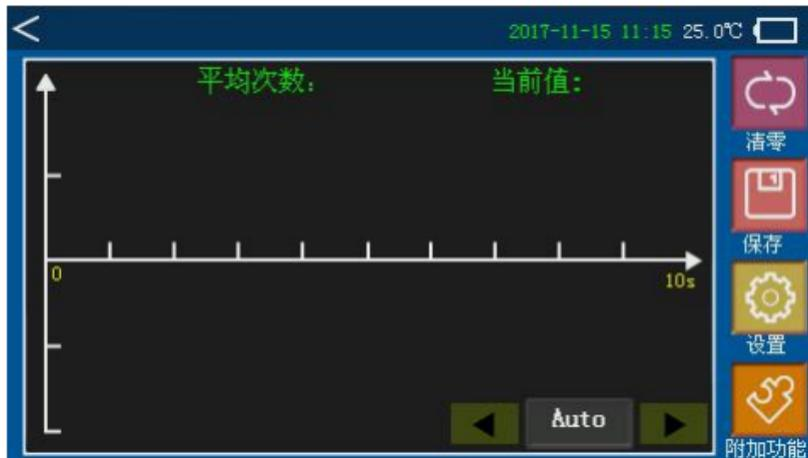

图 7 测试界面
- d) 可在主界面看到测试数据，点击 CH1 通道,进入测试界面（图 7）